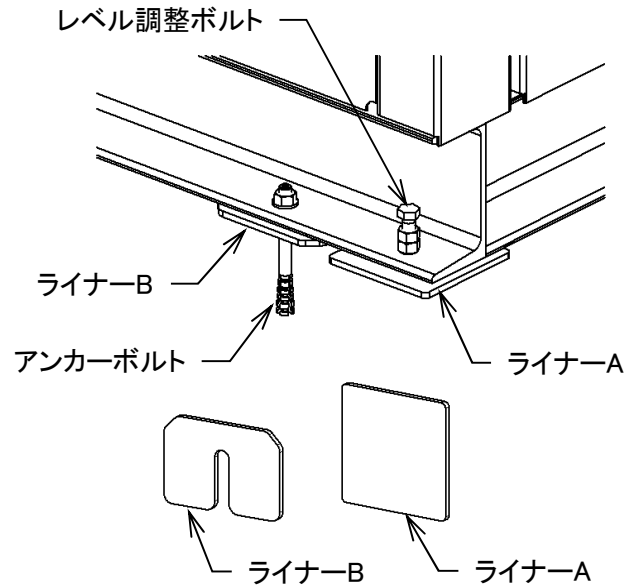

図4-3
- 1) 機械据付ベッドチャンネルに捻じ込まれた前後6箇所のボルト(M12)の下、及びアンカー施工4箇所の下に附属の鉄板製ライナーA,Bを敷き、機械をその上に据付けます。(図4-3)